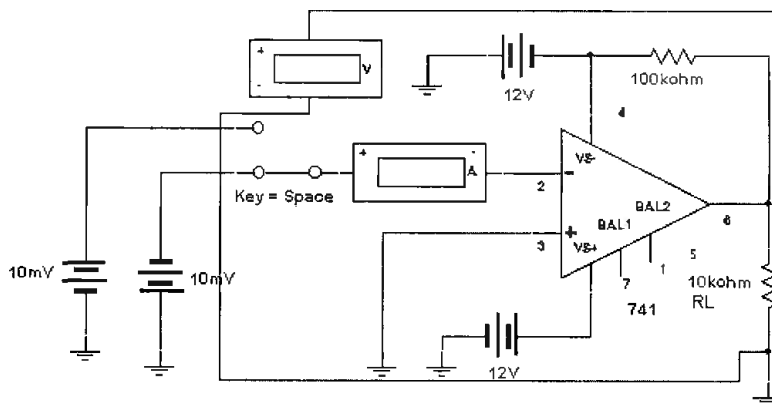

Рисунок 3
1. Смоделируйте схему операционного усилителя, изображенную на рис. 3.